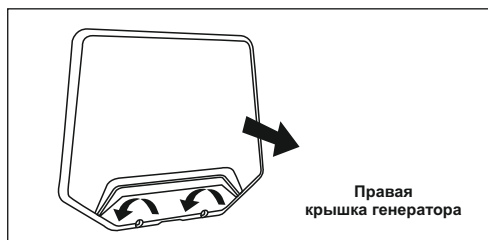

Рисунок 3
- Откройте защитную крышку, ослабьте ремень и вытащите аккумулятор (рис. 3).